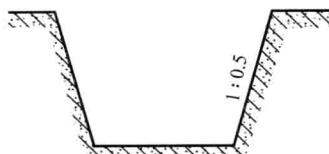

图 1-1 地槽断面图
**【例 1-1】** 某建筑物采用条形基础，实际施工过程中人工挖地槽断面如图 1-1 所示，底宽 2m，挖深 3.2m，槽长 120m，求人工挖地槽工程量。